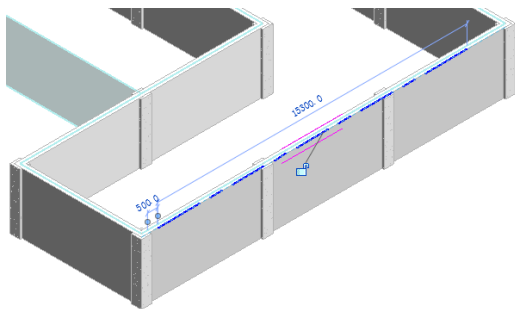
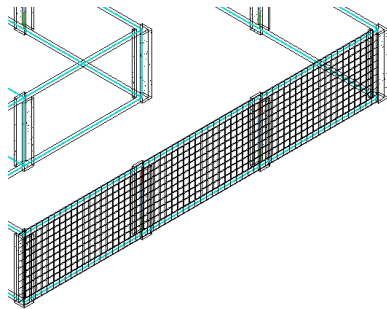

图 13-65 绘制草图
图 13-66 区域钢筋
(4) 打开“修改|创建钢筋边界”选项卡，单击“绘制”面板中的“主筋方向”按钮，然后单击“线”按钮，沿着墙体的上边线绘制一条线段，以确定钢筋的方向，如图 13-65 所示。
(5) 在“属性”选项板中设置布局规则、主筋类型、弯钩等参数。
(6) 单击“修改|创建钢筋网边界”选项卡“模式”面板中的“完成编辑模式”按钮，结果如图 13-66 所示。